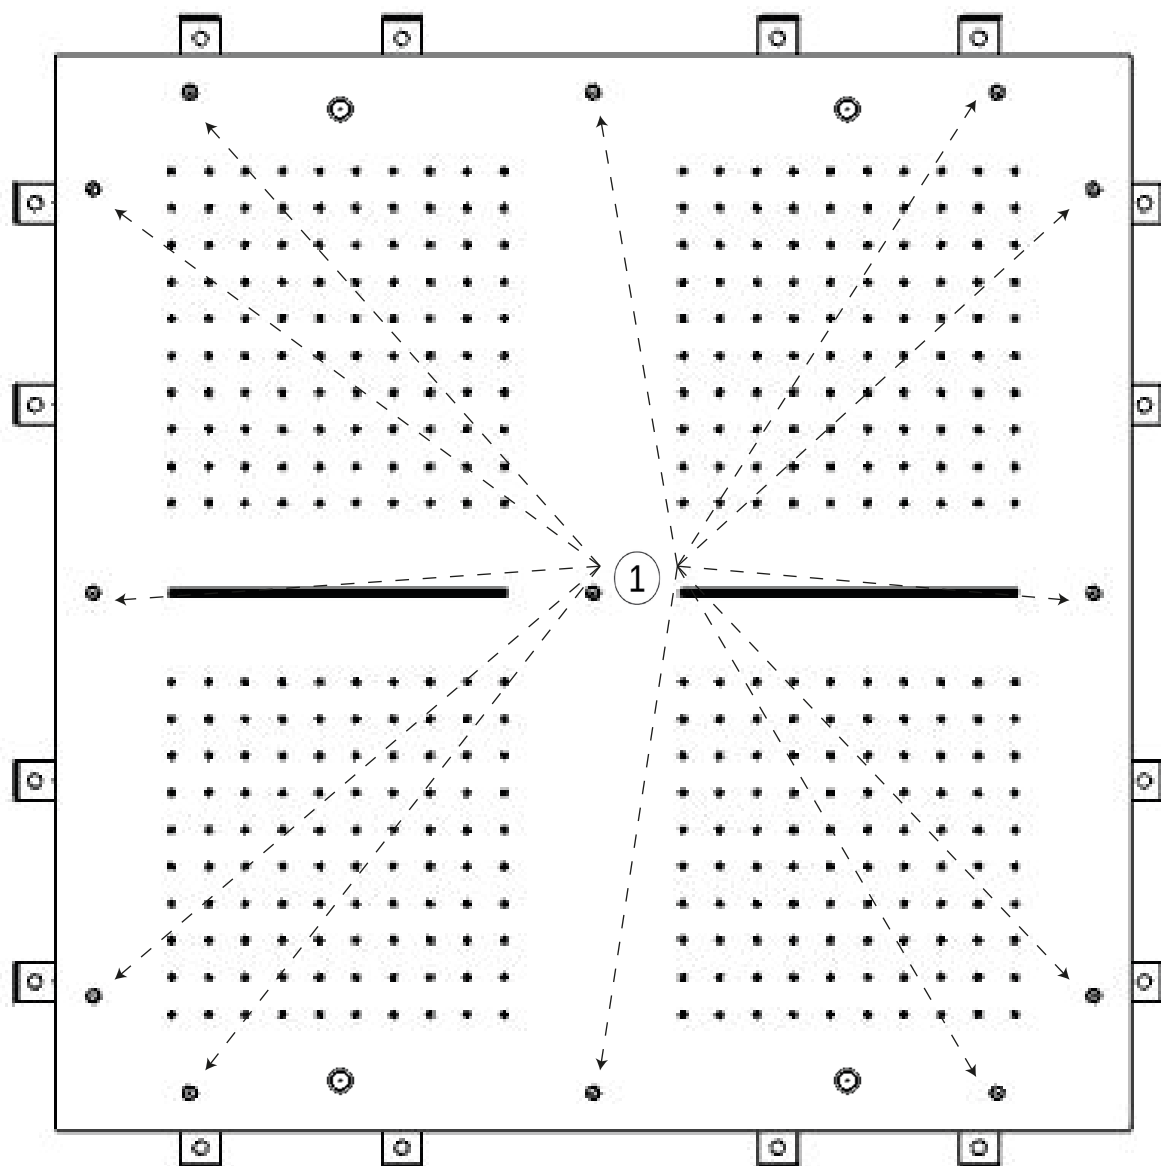

Fig.3
A questo punto siete pronti per rimettere la parte estetica di Fig.3 riavvitando le viti (1) di Fig.3.
Now you are ready to re-assemble the aesthetic cover plate seen in Fig. 3 by tightening screws (1) as seen in Fig. 3